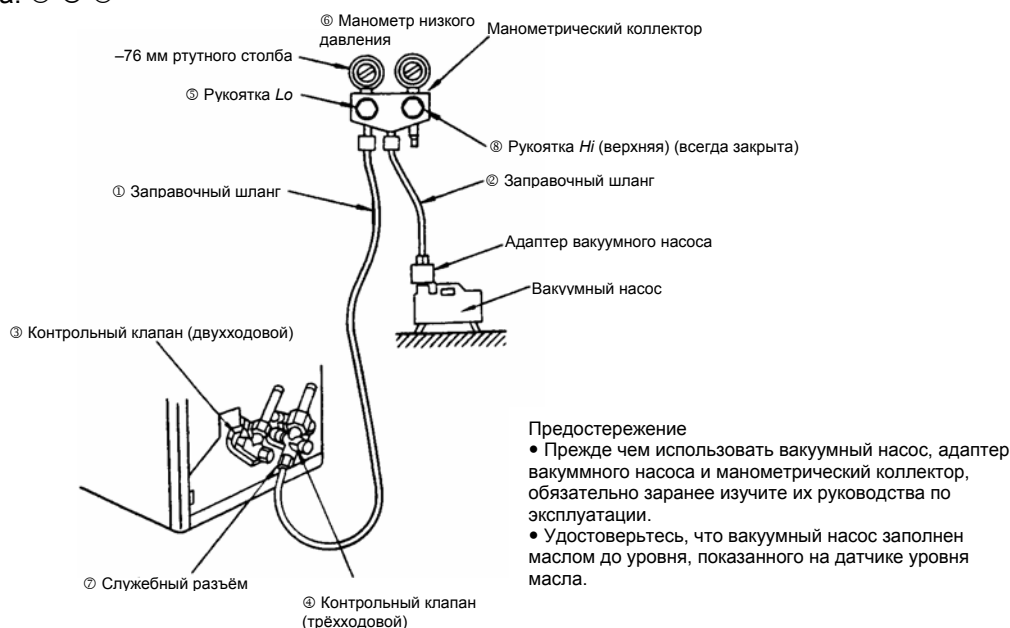

Рис. 6: расположение компонентов во время продувки воздухом с помощью вакуумного насоса
(1) Продувка воздухом с помощью вакуумного насоса и выявление утечек (см. рис. 6)